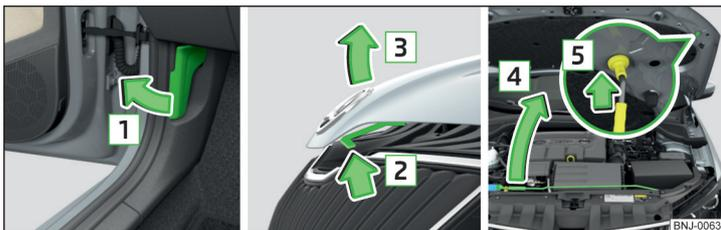

Fig. 167 Abrir o capot
- Abrir a porta dianteira e puxar a alavanca de desbloqueio por baixo do painel de bordo no sentido da seta 1 » Fig. 167.